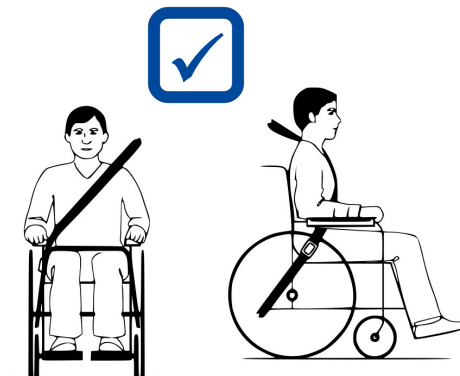

Figura 4 **Cinturón de retención bien abrochado**
10. Asegurarse de que los cinturones de retención del hombro se ajusten sobre los hombros, véase figura 4.